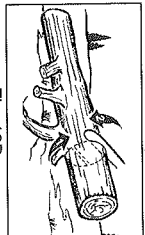

Fig. 13B
2. Grume maintenue sur une extrémité : D'abord, coupez par en-dessous à 1/3 du diamètre de la grume pour éviter les éclats. Ensuite, coupez par au-dessus pour rejoindre la première entaille et éviter le coincement. (Fig. 13B)